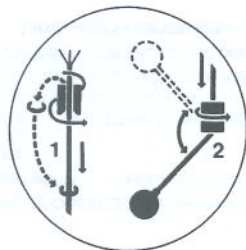

FIG.7
1. Pour que l'installation du contrepooids soit correcte, il faut suivre la procédure illustrée sur la figure 7. Introduire le câble dans le contrepooids, du côté conique, en le tournant. Ceci provoquera le détachement de l'anneau en plastique placé à l'embouchure (en cas de besoin, le détachement peut être facilité avec un tournevis).
Eine korrekte Installation des Gegengewichtes gemäss den aus Bild 7 hervorgehenden Anweisungen vornehmen.